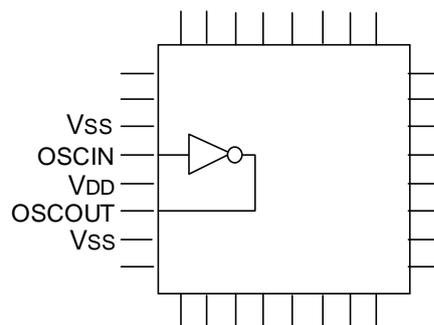

図 9-18 クリティカル信号配置例 2
- b) 発振回路の入出力ピン (OSCIN、OSCOOUT) はお互い近くに配置し、電源ピン (V_{DD} 、 V_{SS}) で挟んでください。また、発振回路と同期する出力ピンを近くに配置しないでください。(図 9-18)